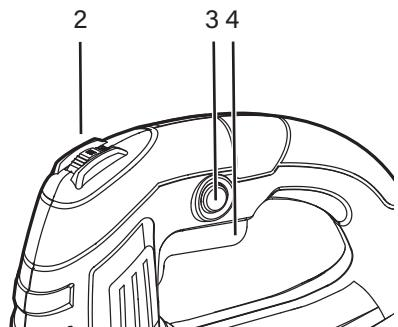

FIG. 3
## Encendido / apagado (véase la Fig. 3)
## Velocidad variable (véase la Fig. 3)
1. Al girar el dial de ajuste de velocidad (2) hacia adelante o hacia atrás, puede ajustar la velocidad variable.
3. La posición "1" indica la velocidad más baja. La posición "6" indica la velocidad más alta. (Véase la Fig. 3).